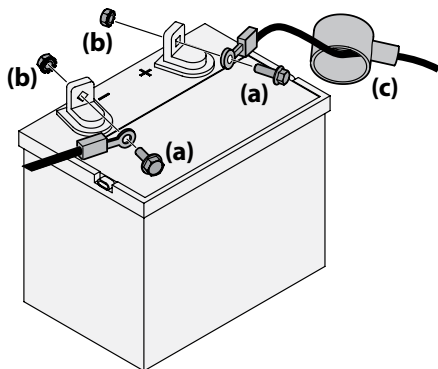

Figura 2-10
1. Retire la cubierta plástica, si está presente, del borne positivo de la batería y una el cable rojo al borne positivo de la batería (+) utilizando el perno (a) y la tuerca hexagonal (b). Consulte la Figura 2-10.
2. Retire la cubierta plástica, si está presente, del borne negativo de la batería y una el cable negro al borne negativo de la batería (-) utilizando el perno (a) y la tuerca hexagonal (b). Consulte la Figura 2-10.